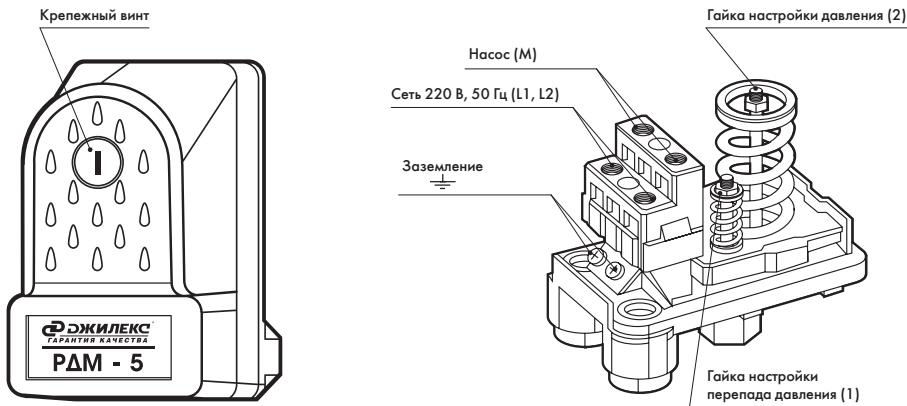

Рисунок 6
- отвинтив крепежный пластмассовый винт (рисунок 6), снять крышку реле. Регулировка верхнего и нижнего предела давления РДМ-5 осуществляется гайкой (2), фиксирующей положение пружины (рисунок 6). Чтобы увеличить значение верхнего и нижнего предела давления, необходимо закручивать гайку по часовой стрелке.